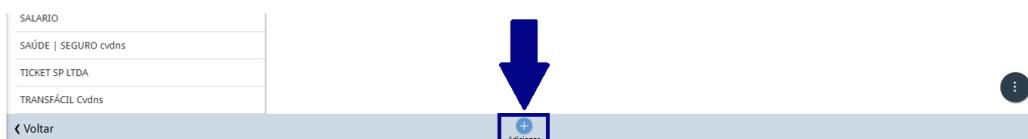

Figura 73: Adicionar
4. Clique em **Adicionar** (Figura 73).